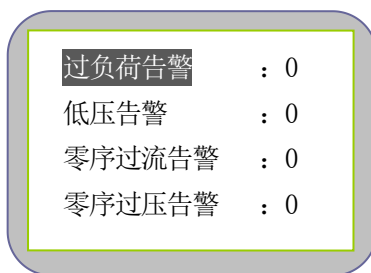

图 2-1-5
- c) 告警状态：可通过按“上”或“下”键循环显示告警信号的状态（图2-1-5）。按“返回”键回到上级菜单。